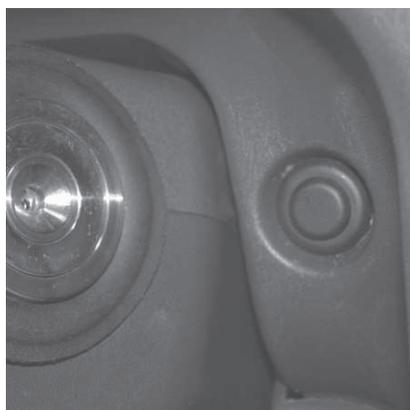

Рис. 3
• Выключатель стартера (рис. 3) является органом управления электрической цепью включения стартера, при положении ключа в режиме «**ON**».
6.3. После подключения электронного блока управления установите выключатель стартера рис.3 в легкодоступном месте. Рекомендованная установка выключателя стартера на передней панели автомобиля или в пластмассовом кожухе рулевой колонки около замка зажигания. Для установки выключателя стартера необходимо сделать отверстие в пластмассе сверлом-коронкой $\phi 22$ мм.